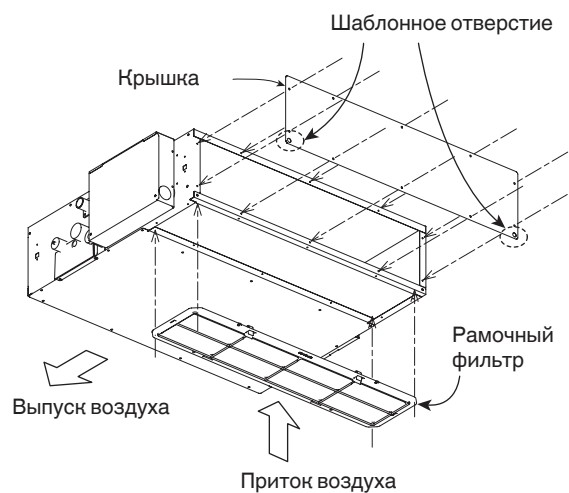

Рис. 3-5
- См. рисунок для установки крышки и рамочного фильтра в направлении стрелки. (Рис. 3-5)